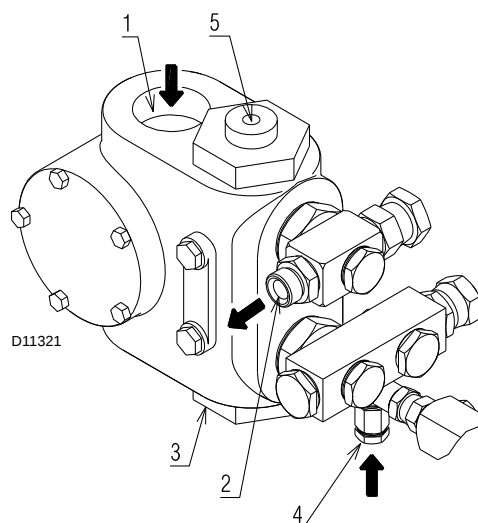

Fig. 25
- Affinché la pompa (Fig. 25) possa auto-innescarsi è indispensabile allentare la vite 4) per sfatare l'aria contenuta nel tubo di aspirazione.
Se la pompa è stata svuotata, riempirla di combustibile dal tappo del vacuometro 3)(Fig. 25) prima di avviarla, altrimenti grippa.
Legenda (Fig. 25)